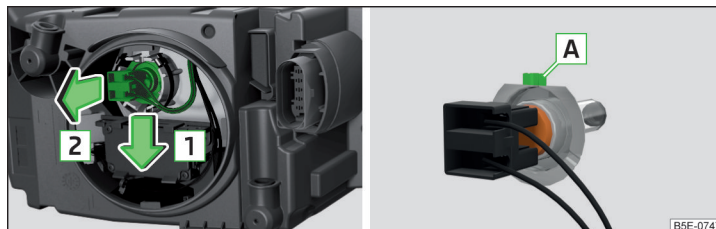

Fig. 357 Remplacement de l'ampoule du feu de croisement
- Défaites la fiche avec l'ampoule dans le sens des flèches 1 » fig. 357.